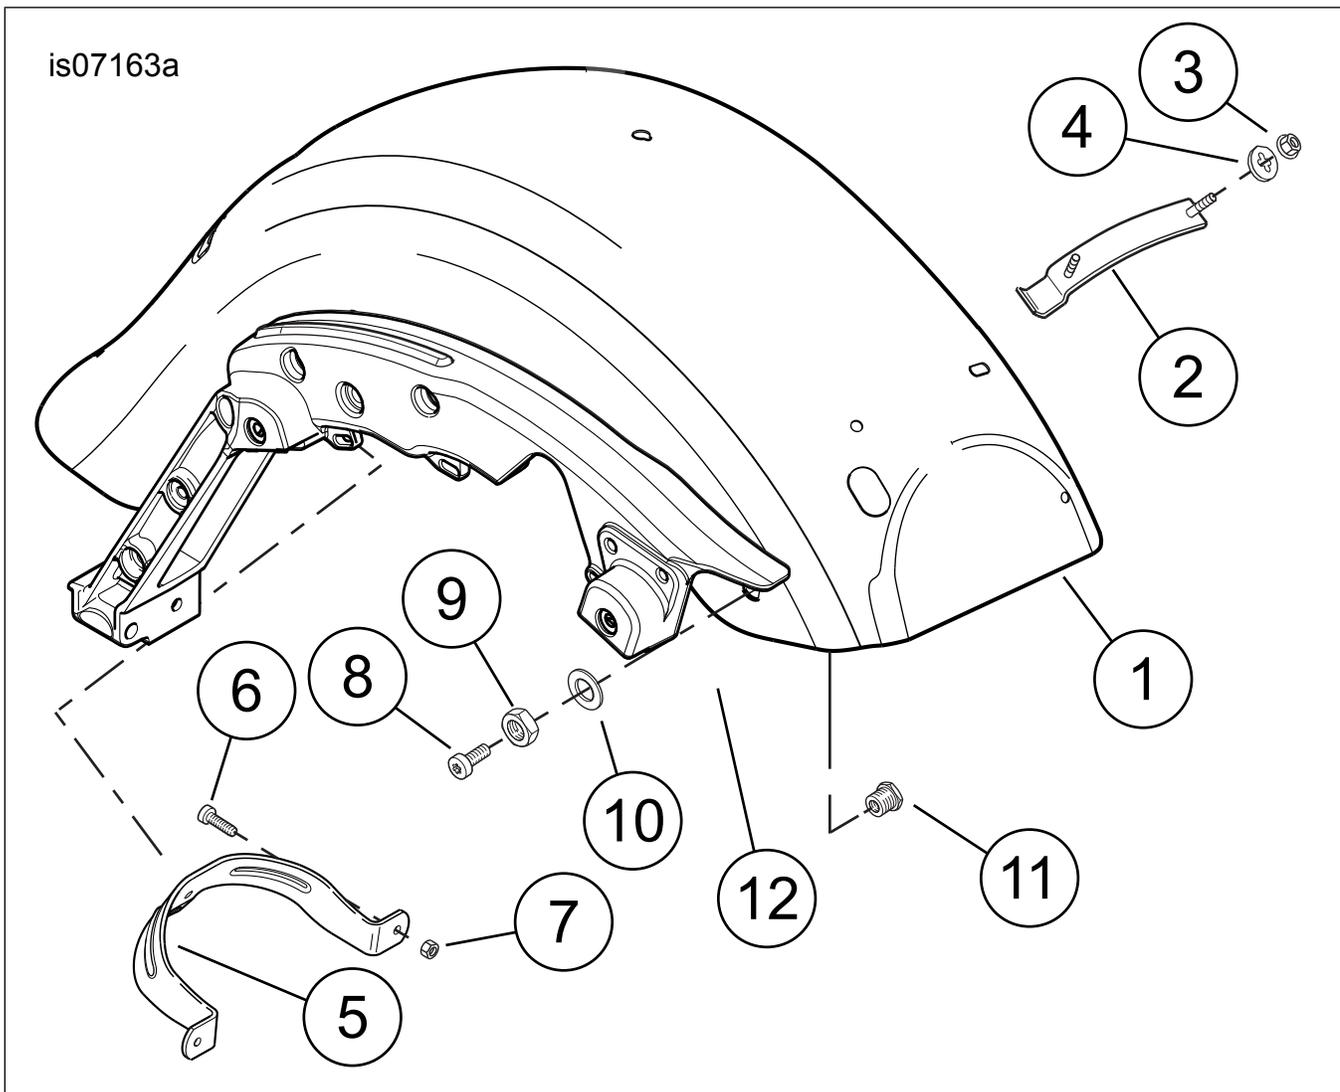

Figura 3. Gráfico da fiação, chicote de fios do áudio 69200321
3. Se houver um chicote de fios conectado atualmente no conector fêmea [6B] do chicote de fios de interconexão de 6 vias do veículo e o receptáculo [28A] de 35 vias na parte traseira do rádio, desconecte e remova esse chicote de fios do veículo. Veja Figura 3 e Tabela 1, item 1. Acople o conector macho preto de 6 vias do chicote de fios de áudio [6A] (etiquetado "CONNECTOR 6" (conector 6) do novo chicote de fios do áudio no conector fêmea [6B] do chicote de fios de interconexão do veículo.
- 45,7 cm (18 in) de comprimento, etiquetado "L. FAIRING SPKR (35F)" (alto-falante da carenagem esquerda [35FB]), com o conector fêmea Delphi de 2 vias [35FB] (item 2) para o alto-falante da carenagem esquerda.
- 33 cm (13 in) de comprimento, etiquetado "L. TWEETER (35T)" (tweeter esquerdo [35T]), com o conector fêmea Delphi de 2 vias [35TB] (item 4) para o tweeter esquerdo.
- 40,6 cm (16 in) de comprimento, etiquetado "L. LWR (35L)" (alto-falante esquerdo [35L]), com o conector fêmea Amp de 2 vias [35LB] (item 6) para o alto-falante esquerdo.
- 10,2 cm (4 in) de comprimento, etiquetado "AMP (149)" (amplificador [149]), com conector fêmea Molex de 16 vias [149B] (item 8) para o amplificador dianteiro.
- 22,9 cm (9 in) de comprimento, etiquetado "IPOD (274F)", com o conector fêmea Deutsch de 8 vias [274F] (item 13) para o módulo opcional do iPod.
4. Veja Figura 3 e Tabela 1. Acople o conector de 2 vias [35FB] (2) no alto-falante da carenagem esquerda. Acople o conector de 2 vias [35TB] (4) no tweeter esquerdo.
5. Acople o conector fêmea Molex de 16 vias [149B] (8) no amplificador dianteiro.
6. Na extremidade oposta do conduíte grande, acople o conector fêmea Amp de 35 vias (Tyco) [28B] (item 9) no receptáculo aberto na traseira do rádio.